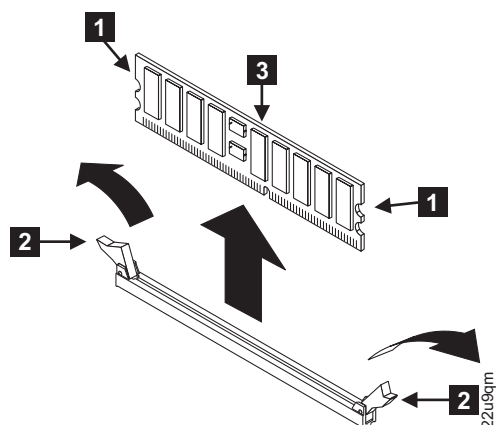

図 77. メモリー・モジュールの取り外し
6. 95 ページの図 77 に示すように、クリップ **2** を外側に押しながら開きます。このアクションにより、メモリー・モジュール **3** をコネクタから引き出します。